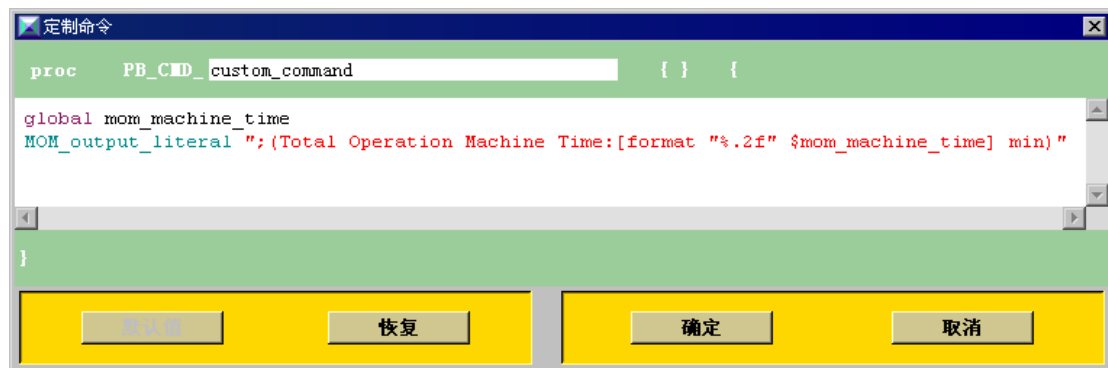

图 9.3.26 “定制命令”对话框
(2) 输入代码。在系统弹出“定制命令”对话框中输入“global mom_machine_time MOM_output_literal ";(Total Operation Machine Time:[format "%.2f" \$mom_machine_time] min)"”，结果如图 9.3.26 所示。
(3) 在图 9.3.26 所示的“定制命令”对话框中单击 **确定** 按钮，系统返回至“程序结束序列”选项卡。